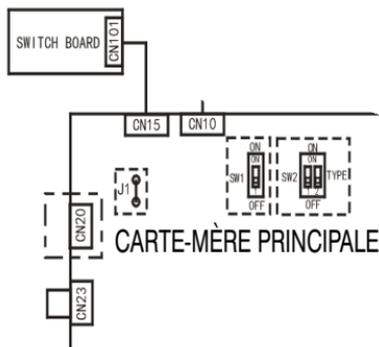

Figure 5 - Carte-mère principale
1. Déconnectez le cavalier J1 situé sur la carte-mère (consultez la figure 5).